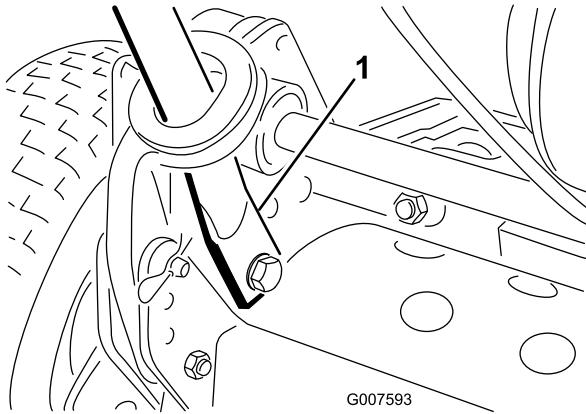

Figure 3
5. Poussez les extrémités du guidon vers l'intérieur et placez-les sur les axes de montage (Figure 3).
6. Fixez les extrémités du guidon aux axes de montage à l'aide des boulons, des rondelles plates et des rondelles-freins retirées précédemment (Figure 3).
7. Fixez le bas des bras du guidon de chaque côté de la tondeuse avec les boulons et les contre-écrous retirés précédemment (Figure 3). Vérifiez que les bagues sont bien placées dans les trous de fixation des bras du guidon.
8. Fixez les bras du guidon à l'arrière du bâti avec les goupilles fendues et les axes de chape retirés précédemment (Figure 3).